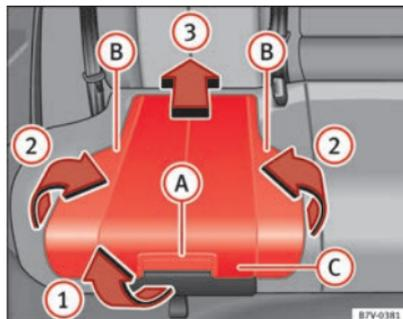

Abb. 29 Integrierter Kindersitz: Sitzpolster aufstellen.
- Sitzpolster am Entriegelungshebel \Rightarrow Abb. 29 **(A)** in Pfeilrichtung \Rightarrow Abb. 29 **(1)** nach vorn ziehen.
- Beide Seiten \Rightarrow Abb. 29 **(B)** in Pfeilrichtung \Rightarrow Abb. 29 **(2)** nach oben klappen.
- Sitzpolster \Rightarrow Abb. 29 **(C)** in Pfeilrichtung \Rightarrow Abb. 29 **(3)** nach hinten drücken, bis es einrastet.